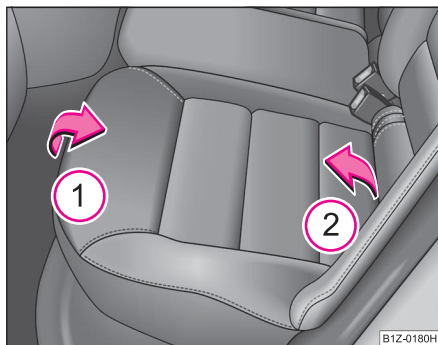

Fig. 66 Plierea banchetei din spate
- Ridicați bancheta din spate în sensul săgeții ① și rabatați-o în față conform săgeții ② ⇒ fig. 66.